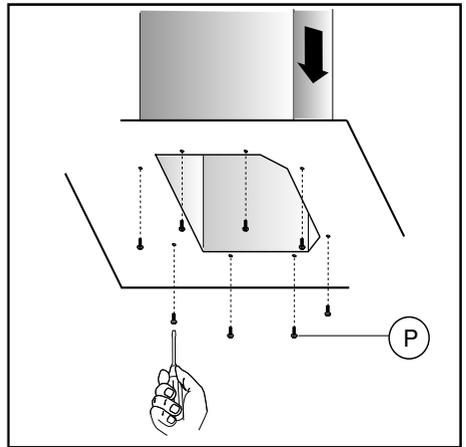
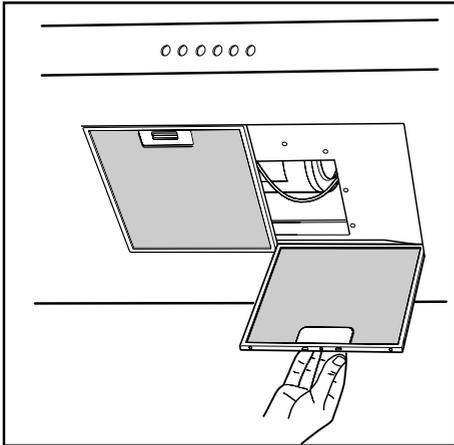

Fig.14
Fig.16
- La distanza minima fra la superficie di supporto dei recipienti di cottura sul dispositivo di cottura e la parte più bassa della cappa da cucina deve essere di almeno 65 cm. Se dovesse essere usato un tubo di connessione composto di due o più parti, la parte superiore deve essere all'esterno di quella inferiore. Non collegare lo scarico della cappa ad un condotto in cui circoli aria calda o utilizzato per evacuare fumi degli apparecchi alimentati da un'energia diversa da quella elettrica. Prima di procedere alle operazioni di montaggio, per una più facile manovrabilità dell'apparecchio disinserire i filtro/i antigrasso (Fig.16).
- Se il vostro apparecchio è dotato di camino inferiore che necessita di fissaggio al corpo cappa con le viti, rimuovere dalla cappa i filtri antigrasso agendo sulle apposite maniglie (Fig.16). Avvitare quindi il tubo camino inferiore dall'interno della cappa, utilizzando le viti **P** (Fig.14). Provvedere infine a ricollocare i filtri nel loro alloggiamento.